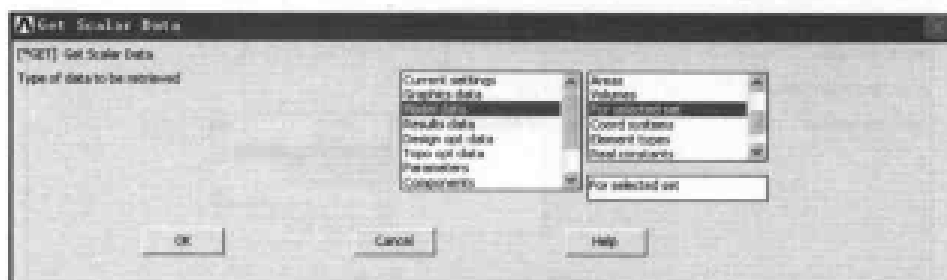
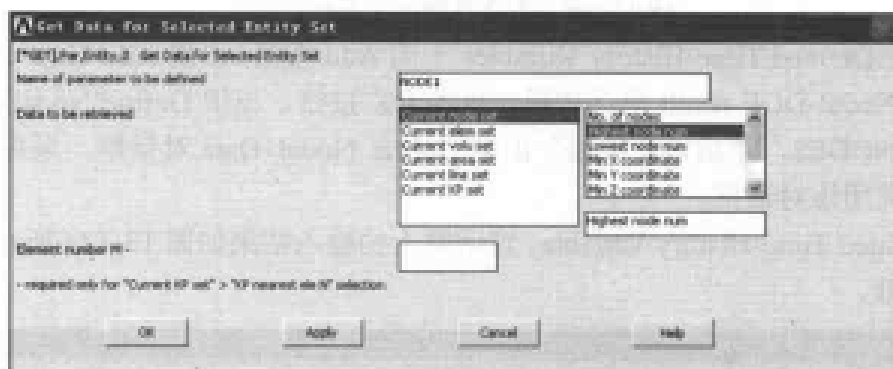

图 13-121 获取参量信息对话框
图 13-122 在所选实体中获取参量信息对话框
(15) 选择 Utility Menu | Get Scalar Data 命令, 出现 Get Scalar Data 对话框, 在 Type of data to be retrieved 的两个列表框中分别选择 Model data、For selected set 选项, 如图 13-121 所示, 单击 OK 按钮, 出现 Get Data for Selected Entity Set 对话框, 参照图 13-122 对其进行设置, 单击 OK 按钮关闭该对话框。